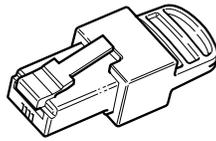

Figura 2-12 Terminador de red
- Terminadores de red (vea la Figura 2-12): la red de Xanbus se debe terminar de manera adecuada en cada extremo para garantizar la calidad de señal de la comunicación en la red.